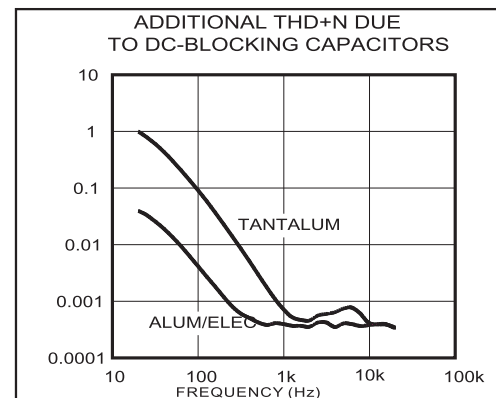

图3. 隔直流电容引起的失真
2) 随着电容值的变化以及电容两端电压的变化,隔直流电容的电压系数会导致重建音频信号的失真。在低于-3dB频率以下的低频范围内,容抗起主导作用,电压系数表现为失真度随频率而变化。图3给出了两种不同电介质电容引入的THD+N, 100Hz以下的THD+N增加很快。